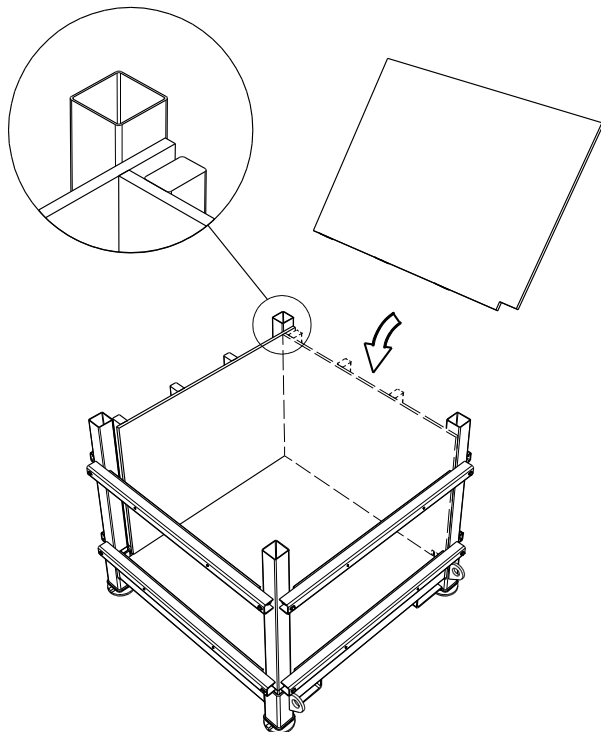

Рис. 20. *Расположение комплектов боковых панелей.*
4.3 Установите на расположенную на основании нижнюю панель четыре комплекта боковых панелей последовательно один за другим, при этом пазы должны располагаться снизу, а деревянные брусья должны быть наклонены в сторону опор опалубки, как показано на Рис. 20. Все элементы должны быть установлены с перекрытием, так чтобы обеспечивалась одинаковая поддержка для всех боковых элементов при наклоне в сторону опор опалубки.